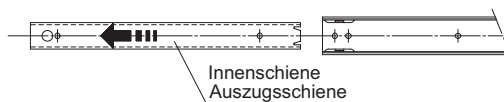

Abb. 3
* Bei den folgenden Typen wird die Außenschiene erst nach dem Ausbau der Innenschiene eingebaut (siehe Abb. 3).